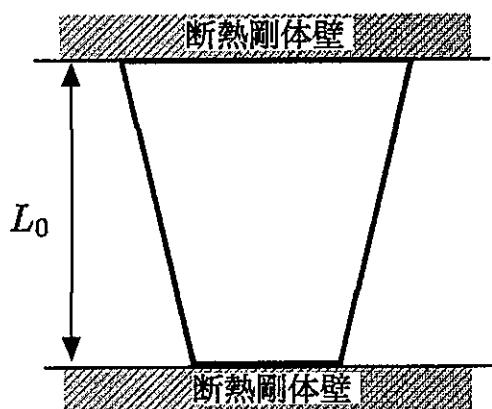

図1-2
- 3) この部材を元の温度 T_0 まで冷却したのち、図1-2に示すように上下方向に距離 L_0 離れた断熱剛体壁の間にこの部材をはめ込んで上下方向に拘束した。つづいて、拘束したままこの部材を再び均一に加熱して温度を T_0 から ΔT だけ温度上昇させた結果、この部材に上下方向にどれだけの力が発生するか。 ΔT , R , k , L_0 , E , α の中から必要な記号を用いて答えよ。結果だけでなく、答えを導く過程も簡潔に示せ。